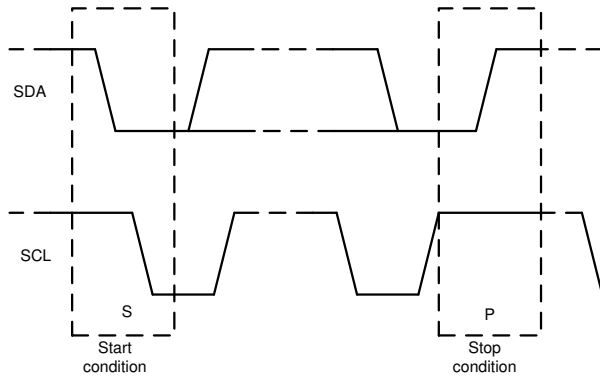

图 6-21. 启动和停止条件
1. 控制器通过产生启动条件来启动数据传输。启动条件是当 SCL 为高电平时在 SDA 线上发生从高到低的转换，如图 6-21 所示。所有与 I²C 兼容的器件都会识别启动条件。
4. 为了用信号指示数据传输结束，控制器通过在 SCL 线处于高电平期间将 SDA 线从高电平拉低来产生停止条件，如图 6-21 所示。此操作将释放总线并停止与寻址的目标器件之间的通信链路。所有与 I²C 兼容的器件都会识别停止条件。在收到停止条件后，将释放总线，然后所有目标器件等待启动条件，接着是匹配的地址。